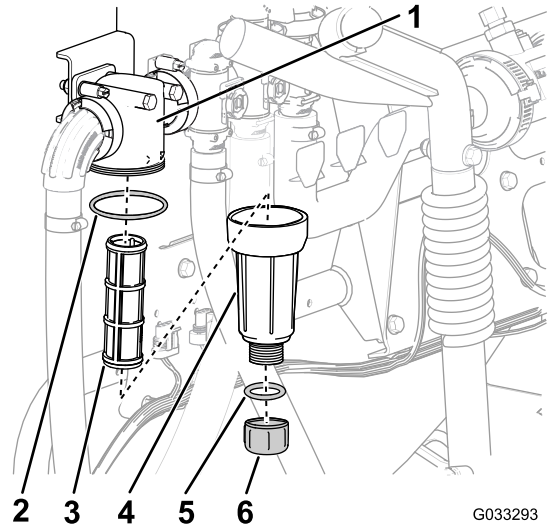

Bild 30
- Stellen Sie eine Auffangwanne unter den Druckfilter (Bild 30).
- Drehen Sie die Ablassschraube nach links und nehmen sie von der Glocke des Druckfilters ab (Bild 30).
- Drehen Sie die Glocke nach links und nehmen den Filterkopf ab (Bild 30).
- Entfernen Sie den Druckfiltereinsatz (Bild 30).
- Prüfen Sie die Dichtung für die Ablassschraube (in der Glocke) und die Dichtung für die Glocke (im Filterkopf) auf Beschädigungen und Abnutzung (Bild 30).
- Setzen Sie den Druckfiltereinsatz in den Filterkopf ein (Bild 30).
9. Befestigen Sie die Glocke am Filterkopf und ziehen sie mit der Hand an (Bild 30).
10. Befestigen Sie die Ablassschraube am Anschlussstück unten an der Glocke und ziehen sie mit der Hand an (Bild 30).